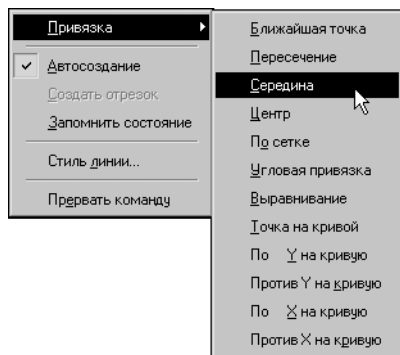

Рис. 19.7.
1.5. Активизируйте локальную привязку **Середина** (рис. 19.7).